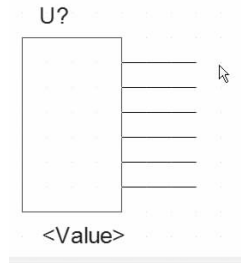
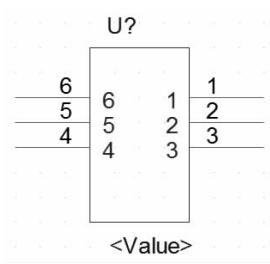

图 2-26 显示附着的阵列引脚
图 2-27 调整引脚位置
3. 单击 按钮，此时 6 个引脚附着在光标上，如图 2-26 所示。在合适位置单击，纺织阵列引脚，选择一半的引脚直接拖到实体框的右边，调整引脚位置，结果如图 2-27 所示。